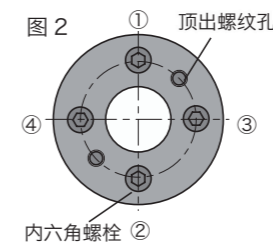

图 2 顶出螺纹孔 ① 内六角螺栓 ②
- ④螺栓的紧固方法为使用转矩扳手沿对角线进行紧固。首先以规定转矩的 1/4 拧紧,接着以规定转矩的 1/2 拧紧,最后以规定转矩进行紧固。请勿在未装入轴中的状态下紧固,或将螺栓从顶出螺纹孔侧装入并紧固。(图 2)
- ⑤轴上有键槽时,由于联接部的接触面积减少,传动力将下降 15 ~ 20%。